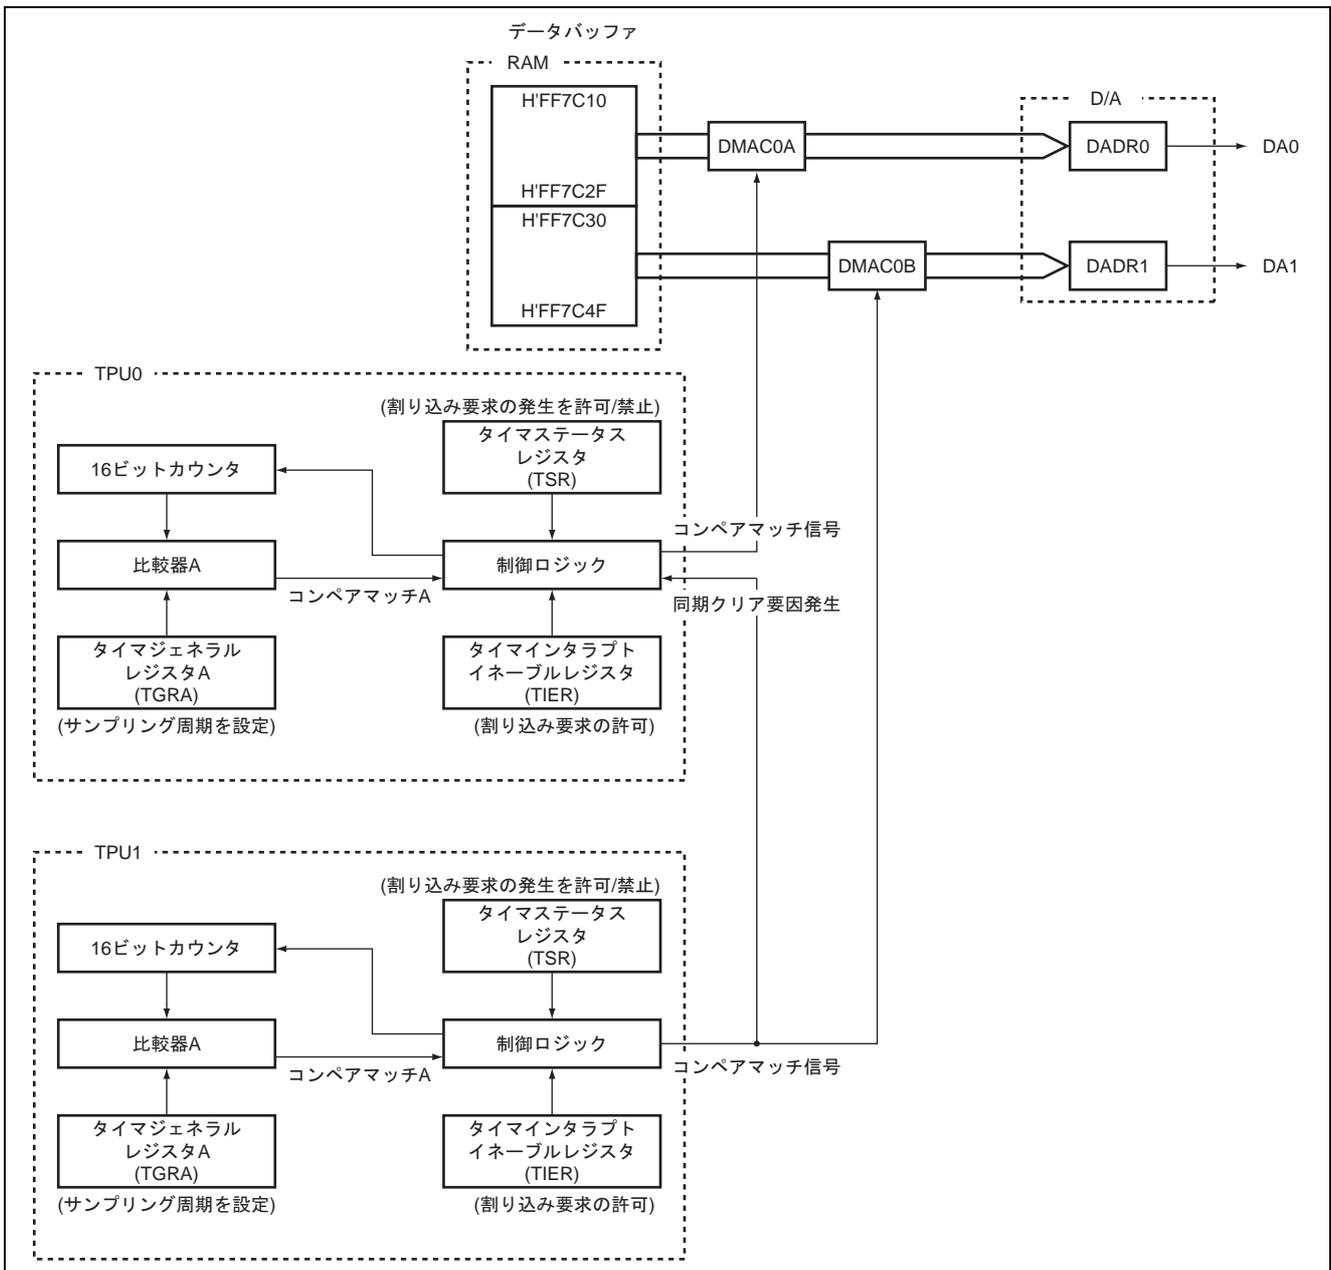

図 2 アナログ出力回路ブロック図
(1) 図 2 に本タスクで使用する DMAC, D/A, TPU のブロック図を示します。本タスク例では, H8S/2339 の機能を以下のように使用し, D/A 変換を行います。